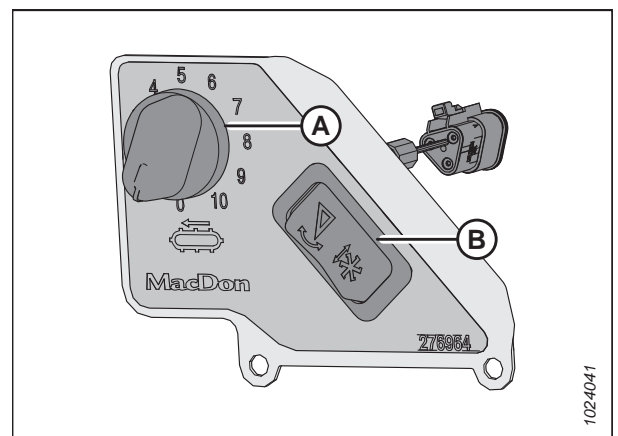

Figura 3.357: Comando della velocità dei tappeti laterali in cabina
Interruttore (B) in Figura 3.357, pagina 251 consente all'operatore di alternare tra i comandi di inclinazione della testata e i comandi longitudinali dell'aspo. Per istruzioni sui comandi, consultare il Regolazione dell'angolo della testata dalla mietitrebbia, pagina 240.